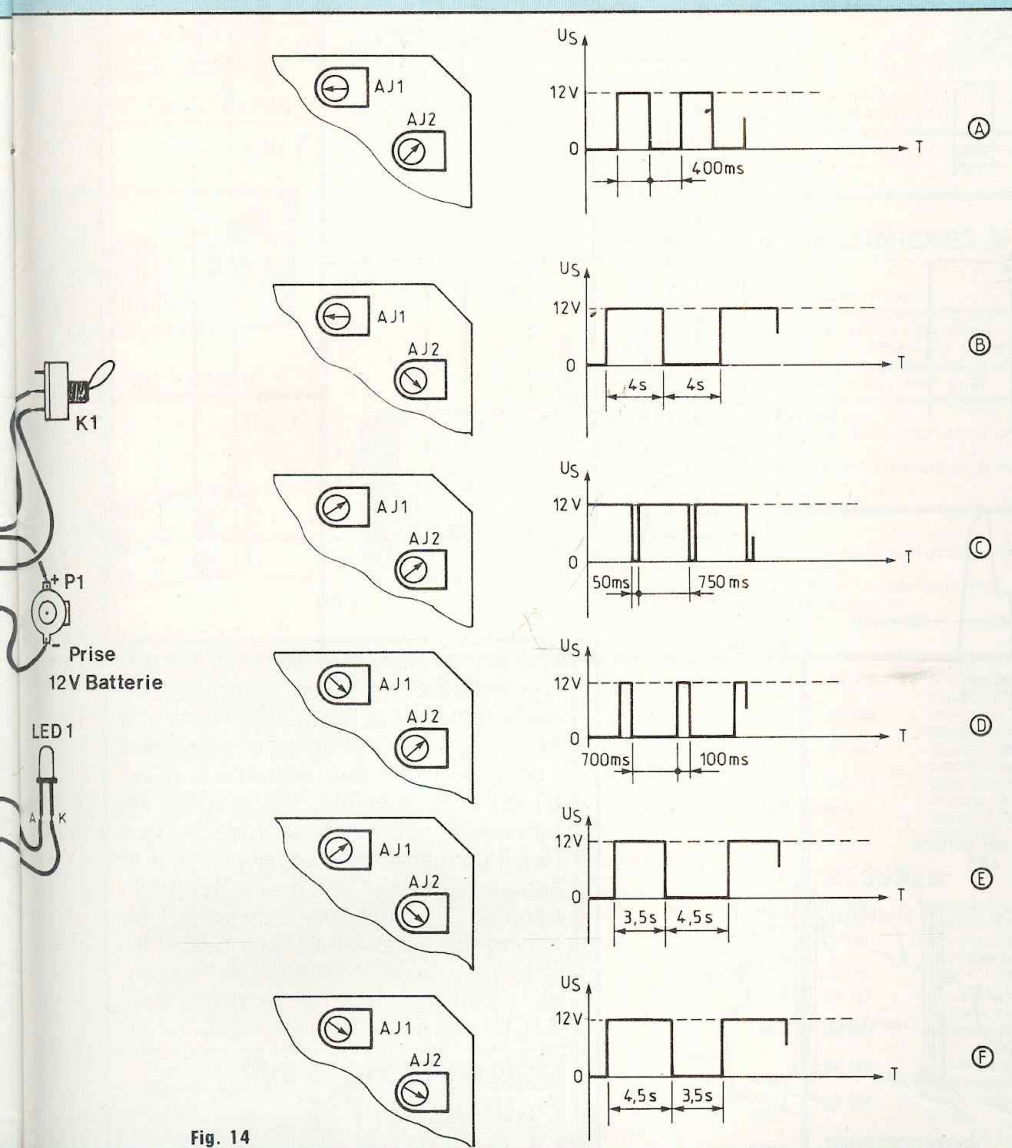

Fig. 14
obtient bien les signaux (B) à (F) de la figure 14. On en déduit que la période peut être optimisée entre 0,8 s et 8 S et le rapport cyclique continuellement variable entre ces deux extrêmes.
Il s'agit évidemment de critères importants. Si, d'une part l'autonomie est liée directement à la capacité de l'accumulateur et à son état de charge, d'autre part elle est sujette à la consommation de l'appareil. Or il s'avère que celle-ci est variable eu égard aux positions des deux ajustables AJ1 et AJ2. Afin d'optimiser au maximum ces réglages, nous indiquons dans le tableau ci-contre les différentes consommations relevées selon la position des potentiomètres de la figure 14.